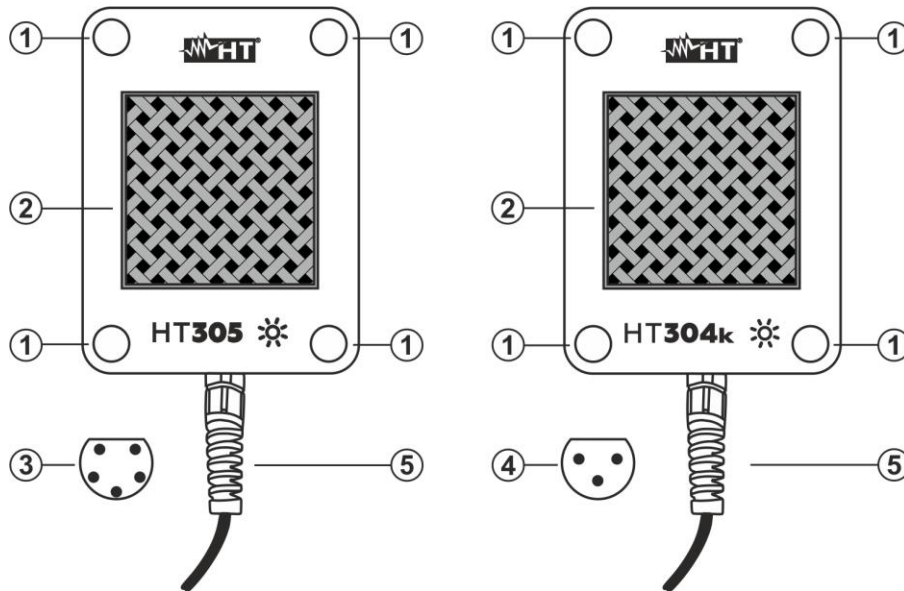

Fig. 1 Descripción del accesorio
4. Conecte el conector del cable de conexión (**5 pines** para el **HT305** o **3 pines** para el **HT304k** – vea la Fig.1 – partes 3 y 4) a la unidad remota SOLAR03 (HT305) o a la unidad remota SOLAR-02 o instrumentos Master con conector HT de 3 pines (HT304k)